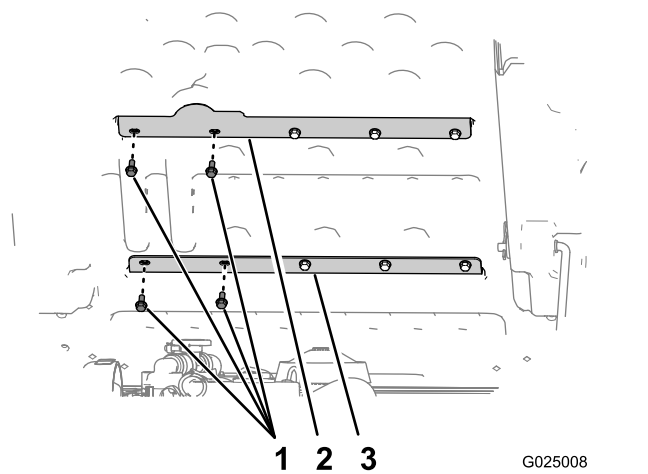

Figura 5
1. Retire los 2 pernos de la izquierda (5/16" x 3/4") que sujetan el refuerzo superior a la plataforma (Figura 5).
2. Retire los 2 pernos de la izquierda (5/16" x 3/4") que sujetan el refuerzo inferior a la plataforma (Figura 5).